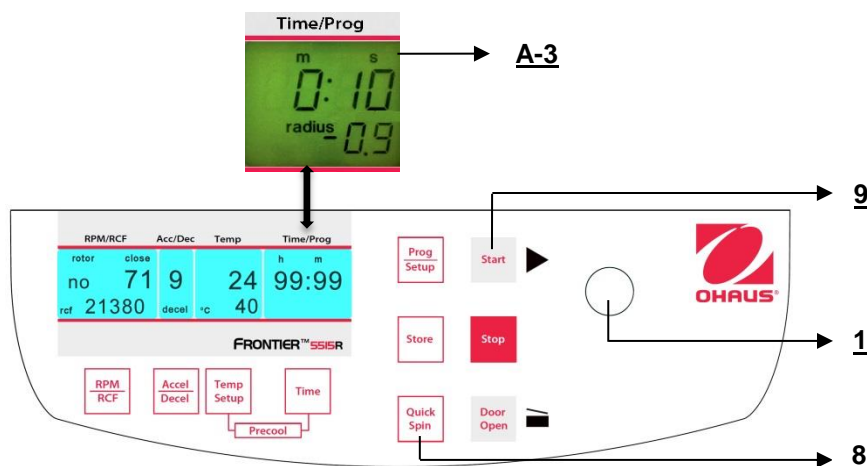

Figura 26
È possibile avviare la centrifuga con il tasto **"Start"** (9) (rif. figura 26) oppure con il tasto **"Quick Spin"** (8).